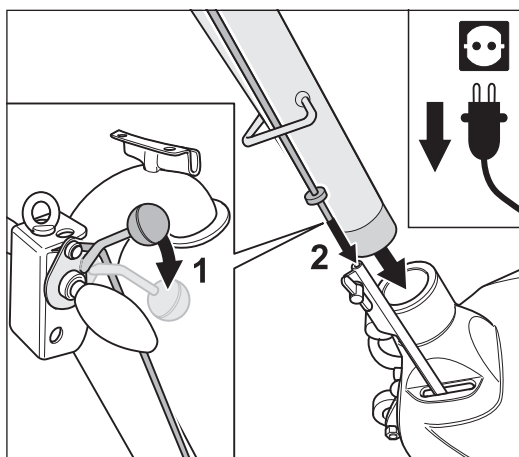

Abb. 58 Beim Einstecken des Führungsrohrs muss das Ablassgestänge richtig eingeführt werden!
- 1 Drücken Sie den Ablasshebel am Handgriff nach unten (Abb. 58, 1).
- 2 Stecken Sie das Führungsrohr in die Gehäuseöffnung und gleichzeitig das Ablassgestänge in das Gestängeunterteil am Maschinengehäuse jeweils bis zum Anschlag (Abb. 58, 2).